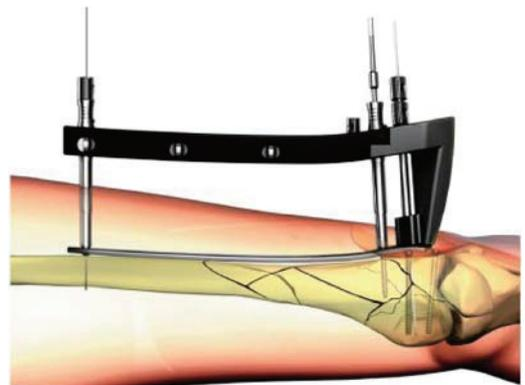

Fig. 14
3. Seleccione un tornillo de bloqueo con la longitud adecuada y fíjelo al eje hexagonal del destornillador. Inserte el tornillo con el motor eléctrico (Fig.14). Use irrigación y enfriamiento durante la perforación para minimizar la necrosis térmica.